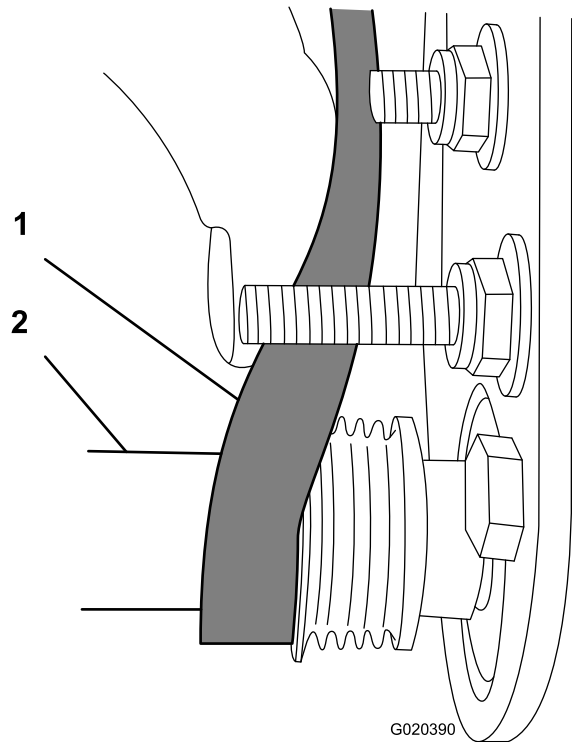

Figura 27
- C. Utilizzate una chiave a tubo di profondità da $\frac{9}{16}$ " per ruotare il gruppo spazzola e guidare la cinghia sulla puleggia condotta (Figura 27).